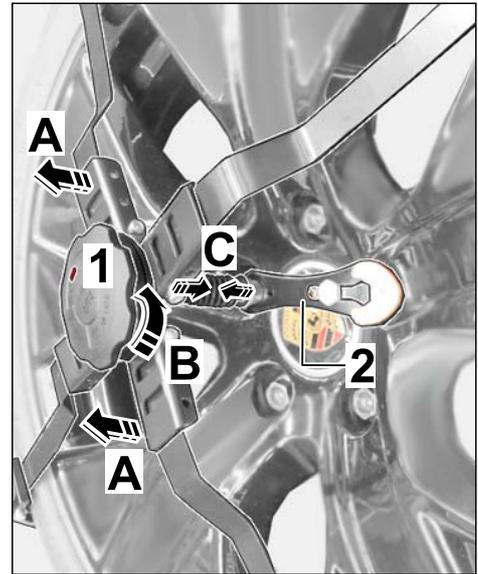

Figura 11
3.1 rimuovere leggermente la manopola dalla ruota posteriore (⇒ *Figura 11-A*).
Aprire contemporaneamente la manopola ruotandola verso sinistra (segno "-" ⇒ *Figura 11-B*) fino a quando la leva di fissaggio insieme al cavo e al soffietto non risultano allentati (⇒ *Figura 11-C*).